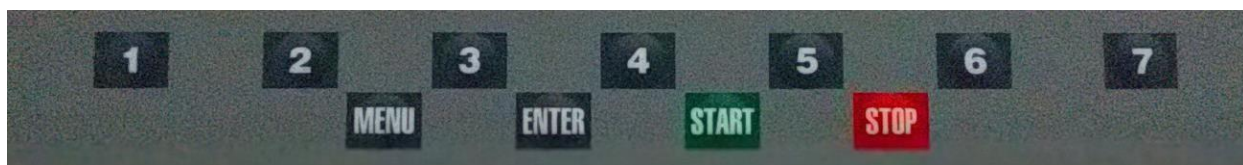

Рис. 8.1.
8.1. Данная модель СБ имеет клавиатуру, состоящую из 11 кнопок, расположенных в два ряда (рис. 8.1). Верхний ряд из семи кнопок, пронумерованных от 1 до 7 и имеющих разное функциональное назначение, которое указывается в каждый момент на изображении кнопок в нижней части экрана монитора. Четыре кнопки нижнего ряда имеют постоянное функциональное назначение: кнопка «MENU» - для входа в режим «MENU», кнопка «ENTER» - для ввода в память различных параметров, кнопка «START» - для запуска вращения вала, кнопка «STOP» - для выхода из различных режимов в основной рабочий режим и для экстренной остановки вала СБ.